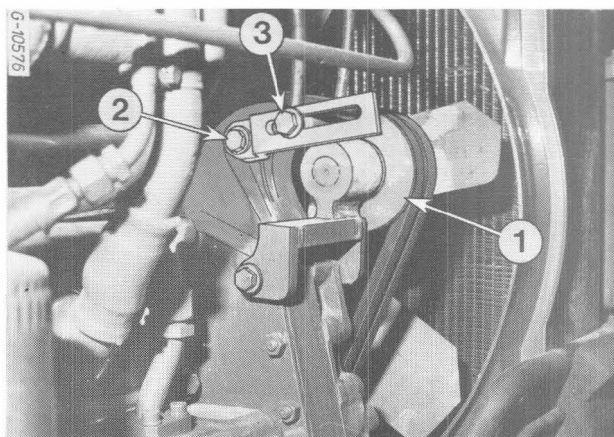

Figure 80
- Desserrez le boulon de fixation (2) et le boulon de blocage (3) Fig. 80.
- Déplacez la poulie (1) pour obtenir la tension correcte.
- Resserrez dans l'ordre le boulon de blocage (3) et le boulon de fixation (2).